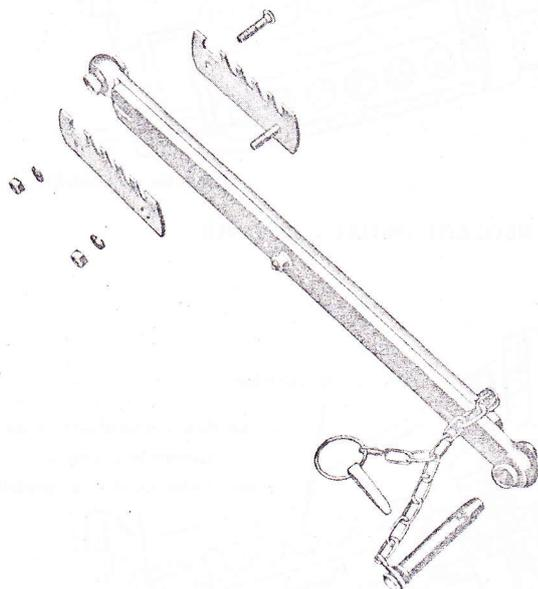

FIG. 26 : BARRE D'ATTELAGE SUPÉRIEURE.
Barre d'attelage supérieure (fig. 26).
11) BARRE D'ATTELAGE SUPERIEURE (fig. 26).